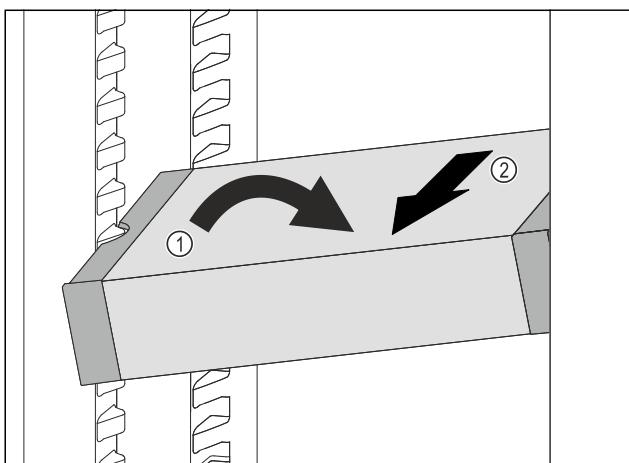

Fig. 109
- Predal VarioSafe postavite v hladilnik postrani. Fig. 109 (1)
- Predal VarioSafe izvlecite v smeri naprej. Fig. 109 (2)